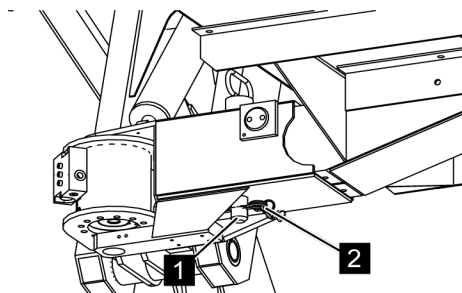

Fig. 107: Retirez la goupille de blocage
3. ➔ Retirez la goupille de blocage (Voir la Fig. 107/2) de la cheville de verrouillage (Voir la Fig. 107/1).